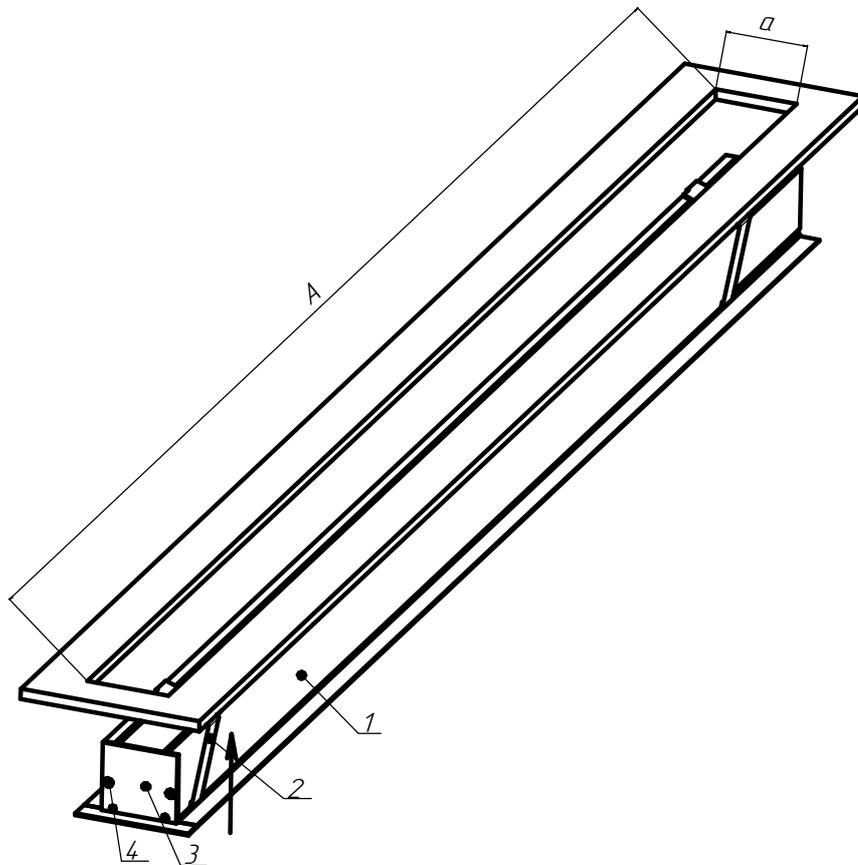
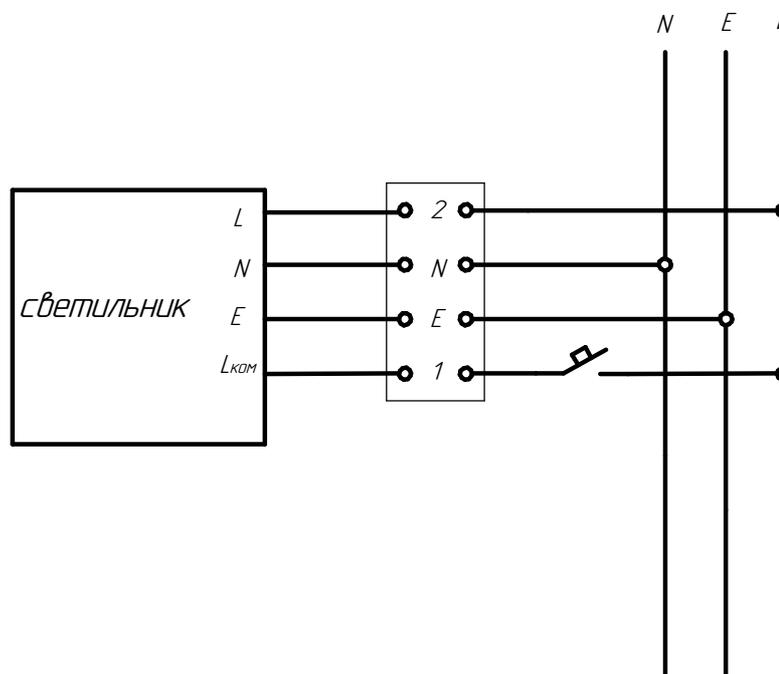
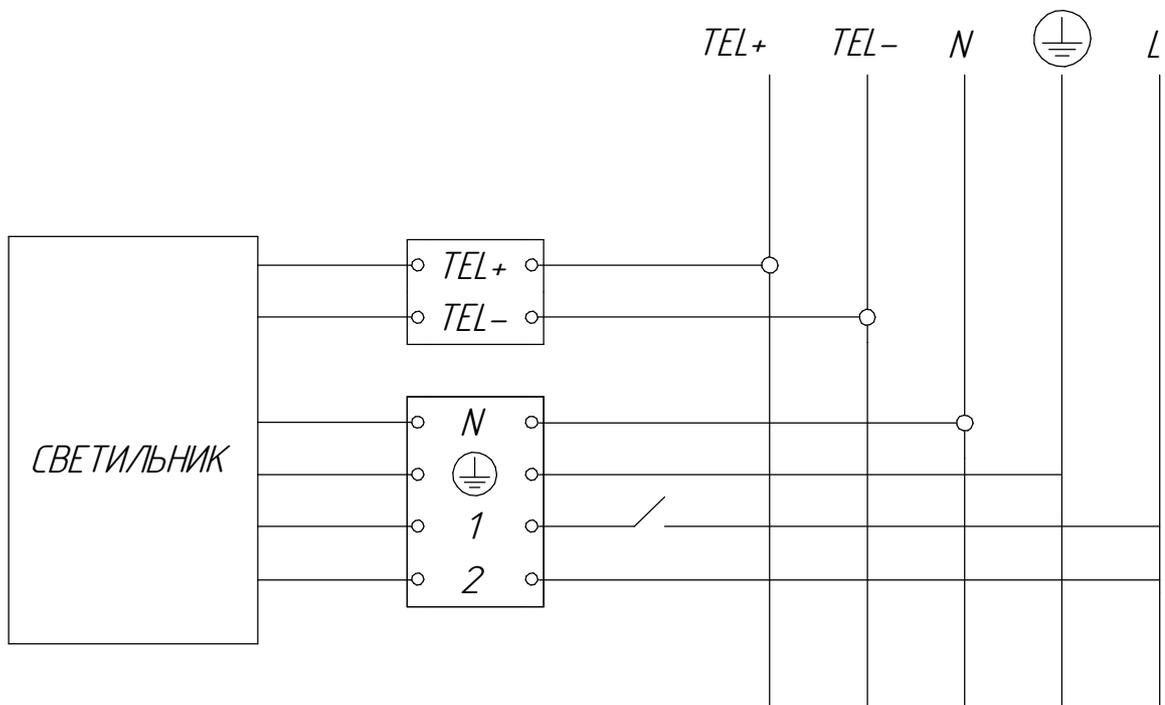

Рисунок 4 - Схема установки светильников в потолок
Рисунок 8 - Схема подключения светильников с БАП к сети
Рисунок 9 - Схема подключения светильников с БАП с функцией TELECHECK
5.3.2 При установке одиночного светильника в потолок необходимо установить крышки торцевые ДВО02 (заказываются отдельно) (см. рисунок 4). Провести сетевые провода через проходной изолятор, установленный в торцевой крышке и подключить светильник к сети (см. рисунок 8 и рисунок 9).